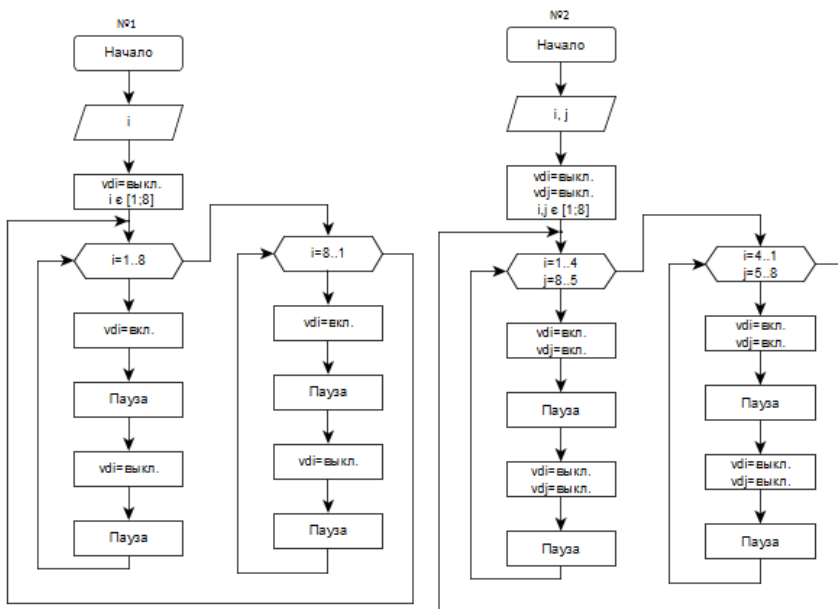

Рис. 5 Алгоритмы заданий для вариантов 1 и 2
3) Используя функцию задержки `delay(...)` и функцию вывода данных в цифровой порт `digitalWrite()`, создать программу в рутине `loop()`, реализующую коммутацию светодиодов согласно заданию (рис. 5, 6) с периодом $T = 1$ с.